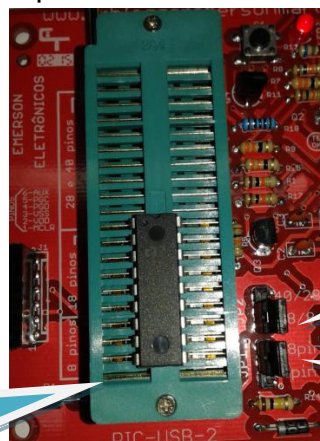

**Figura 4**
- A figura 4 mostra um microcontrolador de 28 pinos inserido, devendo então o jumper JP2 ser posicionado para 40/28, o jumper JP1 fica sem efeito para essa configuração.